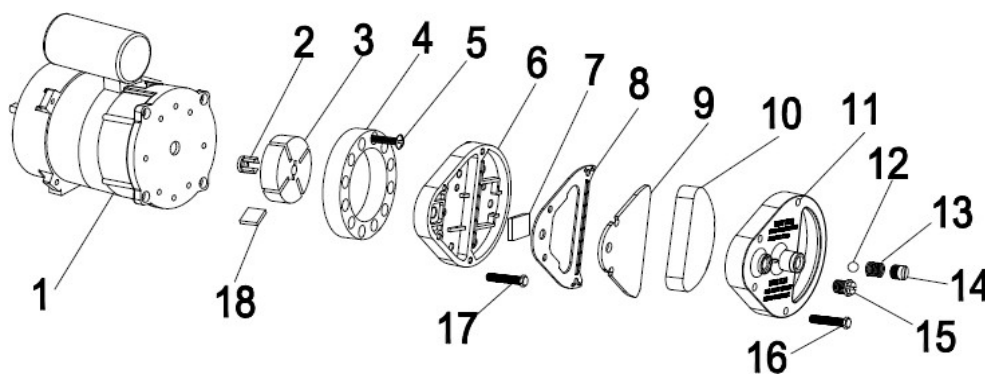

Fig. 3
Pulire i filtri dell'aria. Rimuovere il coperchio terminale del filtro (11), lavare il filtro di aspirazione dell'aria (10) con un detergente delicato e asciugarlo accuratamente prima di reinstallarlo. Sostituire il filtro di scarico dell'aria (9) una volta all'anno (Fig. 3)